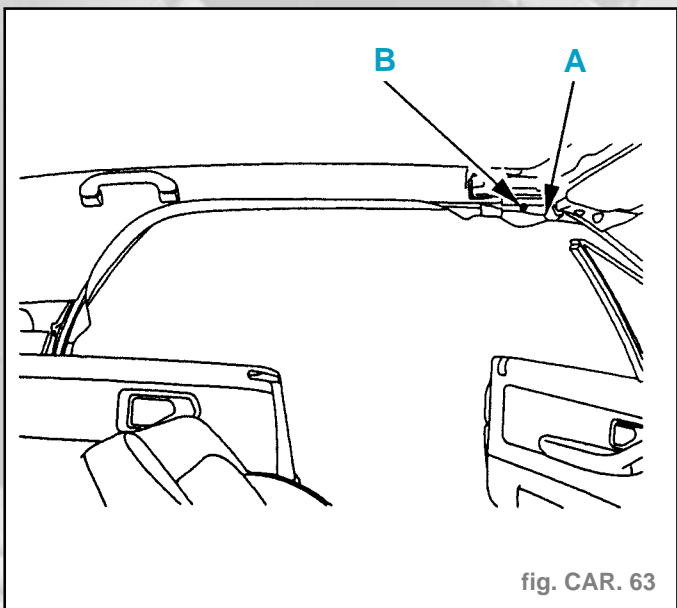

fig. CAR. 63
- Reposer les joints latéraux qui doivent être en contact franc avec le joint de pare-brise en (A) (sans désaffleurement) (fig. CAR. 63).
- Effectuer un essai d'étanchéité et immobiliser les joints latéraux à l'aide des vis en perçant la feuillure au diamètre **2,8 mm** en (B).